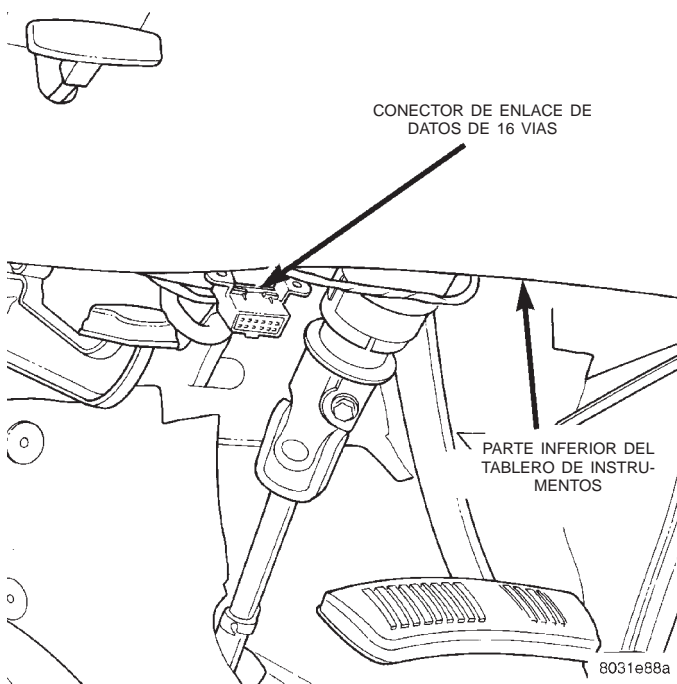

Fig. 1 Conector de enlace de datos de 16 vías—característico
(1) Conecte la herramienta de exploración DRB al conector de enlace de datos de 16 vías. Dicho conector está situado debajo del borde inferior izquierdo del tablero de instrumentos, hacia afuera de la columna de dirección (Fig. 1).